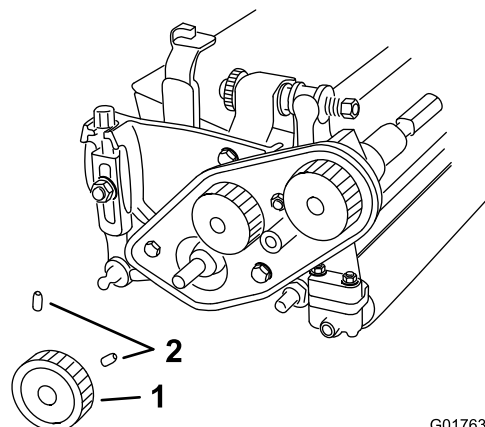

Рисунок 7
3. Ослабьте 2 установочных винта крепления нижнего шкива и снимите шкив с вала барабана (Рисунок 7).